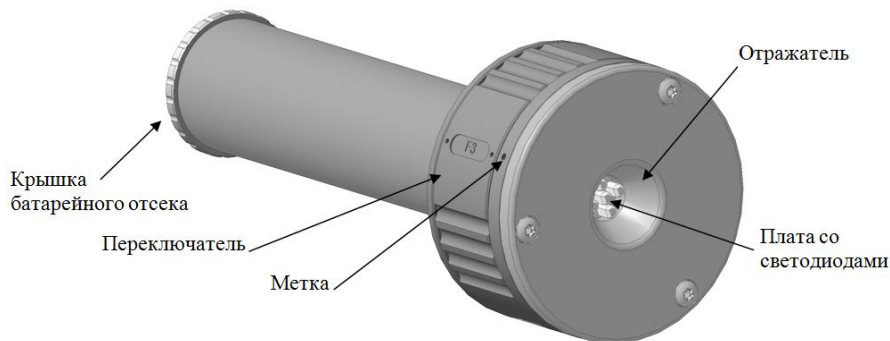

Рисунок 2 – Внешний вид излучателя
Излучатель представляет собой алюминиевый корпус, состоящий из отражателя, платы электронной со светодиодами, переключателя режима работы и крышки батарейного отсека, см. рисунок 2. Отсек с аккумуляторной батареей залит компаундом.
«F2» или «F3» (рис. 2), светодиоды при этом должны мигать. Направить излучатель на лицевую поверхность извещателя. Удерживать излучатель до момента перехода извещателя в режим «Пожар». При этом индикатор извещателя переключится в режим постоянного свечения. Реле ПОЖАР отключено.
Убедиться, что тестируемый извещатель находится в дежурном режиме по состоянию светодиодного индикатора. Включить излучатель поворотом переключателя до совмещения метки на корпусе с надписью «F4» (рис. 2), светодиоды при этом должны мигать. Направить излучатель на лицевую поверхность извещателя. Удерживать излучатель до момента перехода извещателя в режим «Неисправность». При этом индикатор извещателя переключится в режим частого мигания. Реле НЕИСПРАВНОСТЬ отключено.
- открутить крышку батарейного отсека, см. рисунок 2;